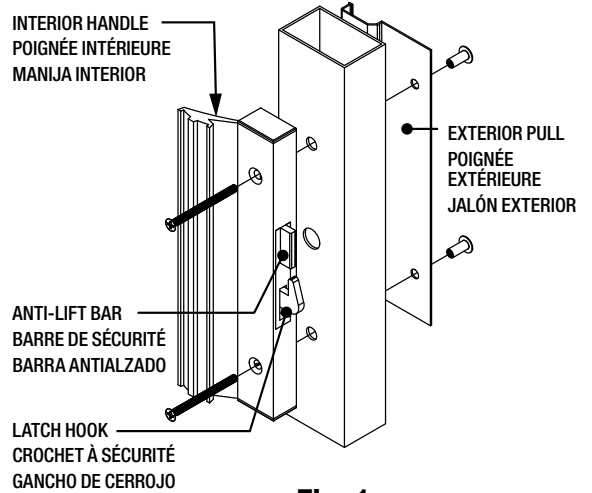

Fig. 1
Step 3 - Latch hook should curve up. (Fig. 1) If hook curves up proceed to step 4. If hook curves down proceed to step 3a thru 3e.
Étape 3 - Le crochet du pêne doit être recourbé et pointer vers le haut. (Fig. 1) Si cela est le cas, passer à l'étape 4. Si le crochet est recourbé et pointe vers le bas, accomplir les opérations des étapes 3a à 3e.
Paso 3 - El gancho de cerrojo debe curvar hacia arriba (Fig. 1). Si el gancho está curvado hacia arriba, pase al Paso 4. Si el gancho está curvado hacia abajo, pase a los Pasos 3a hasta 3e inclusive.